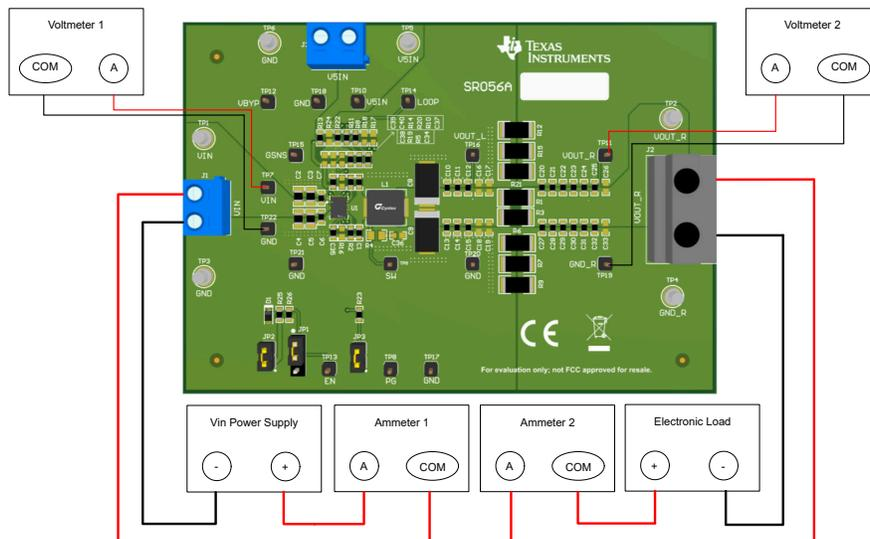

图 2-1. EVM 测试设置
参考表 2-1 所述的 EVM 连接，建议用于评估 TPS51375 的测试装置如图 2-1 所示。在提供 ESD 保护的工作站上工作时，请确保在处理 EVM 之前已连接所有腕带、靴带或垫子以使用户接地。
1. 在连接直流输入源之前，将输入电源的电流限值设置为最大 0.1A。确认输入源最初设置为 0V 并连接到 VIN\_SNS 和 GND\_SNS 连接点，如图 2-1 所示。
2. 连接旁路直流源并将输入电源的电流限值设置为最大 0.1A。确认输入源最初设置为 0V 并连接到 V5IN 和 GND 连接点，如图 2-1 所示。